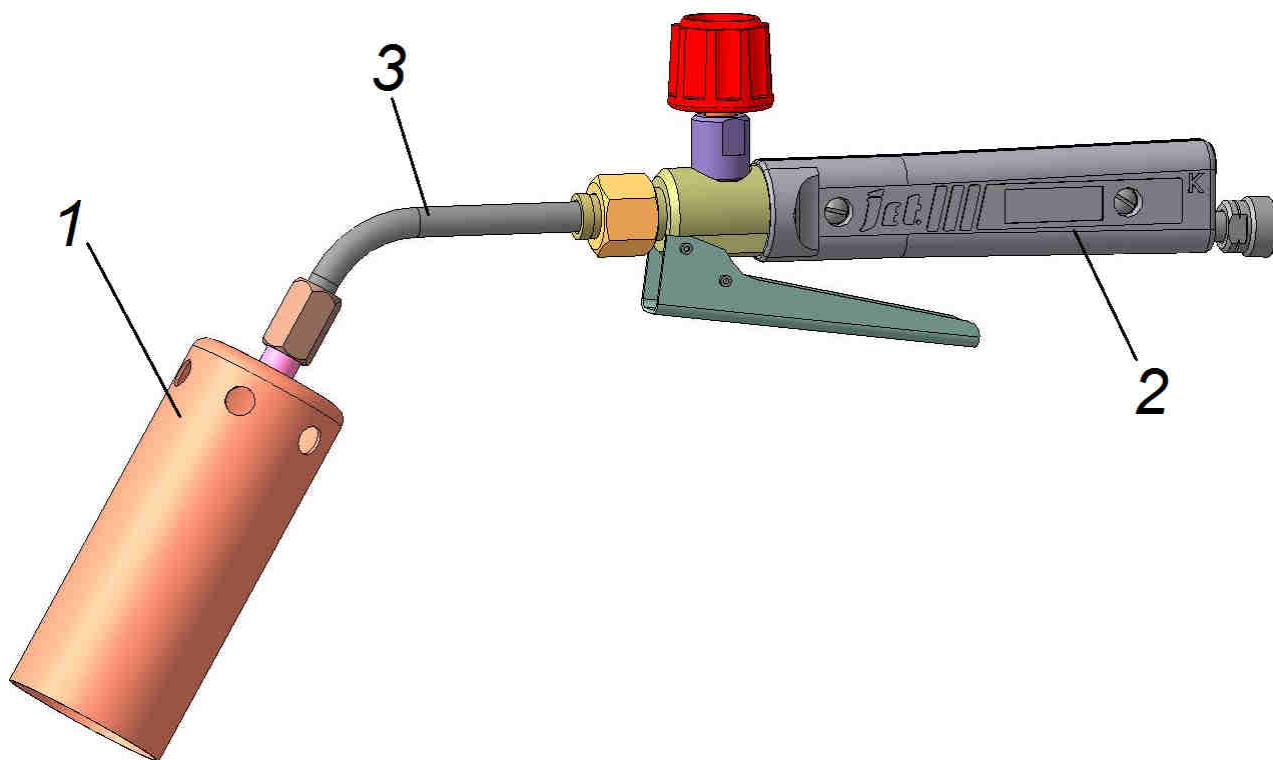

Рис.1 Горелка модели ГВ ДЖЕТ 119-50, ГВ ДЖЕТ 119-51, ДЖЕТ 119-52, ГВ ДЖЕТ 119-53
4.1 Внешний вид горелок представлен на рис.1